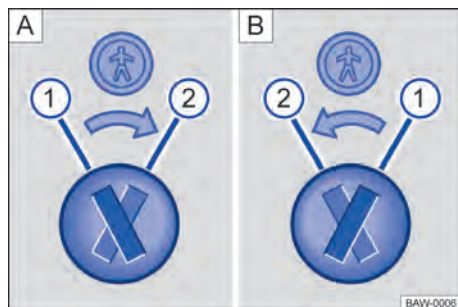

Fig. 43 Cierre de seguridad para niños: **A** puerta trasera izquierda, **B** puerta trasera derecha.
Leyenda para → **fig. 43**:
- Introducir la varilla de la llave en la ranura del seguro para niños para activarlo o desactivarlo → fig. 43.